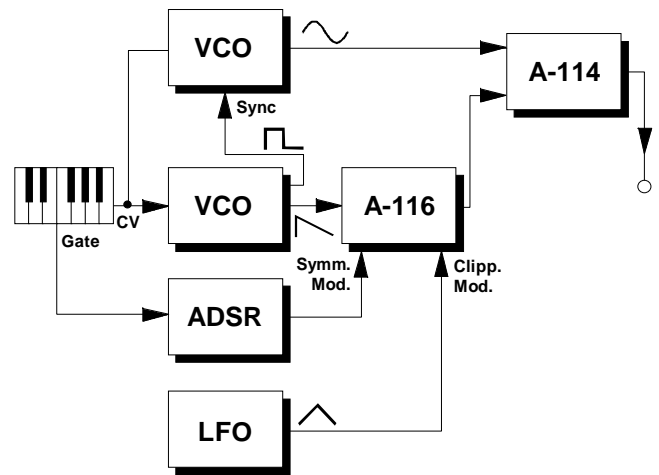

Abb. 4: A-116 in Kombination mit Ringmodulator und synchronisierten VCO's
- D Verwenden Sie als Eingangssignal den Ausgang eines Ringmodulators oder den Ausgang eines synchronisierten VCO's. Interessant sind auch Kombinationen mit Ringmodulator(en) und/oder synchronisierten VCO's (s. Abb. 4).